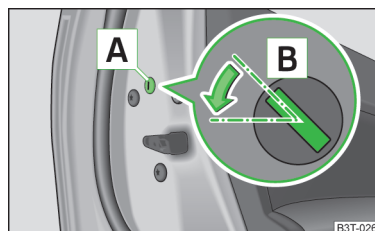

Fig. 190
- Demontați masca **A** » fig. 190.